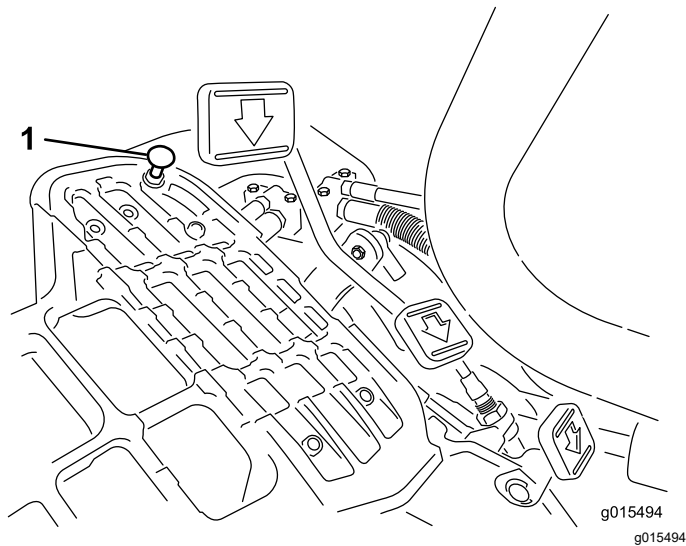

Figure 50
Pour obtenir la vitesse de transport maximale, placez le sélecteur de fonction en position de TRANSPORT et appuyez sur la pédale de déplacement. Si la pédale touche la butée (Figure 50) avant que la tension soit ressentie sur le câble, procédez comme suit :
1. Placez le sélecteur de fonction à la position de TRANSPORT et desserrez le contre-écrou de fixation de la butée de pédale au plancher (Figure 50).